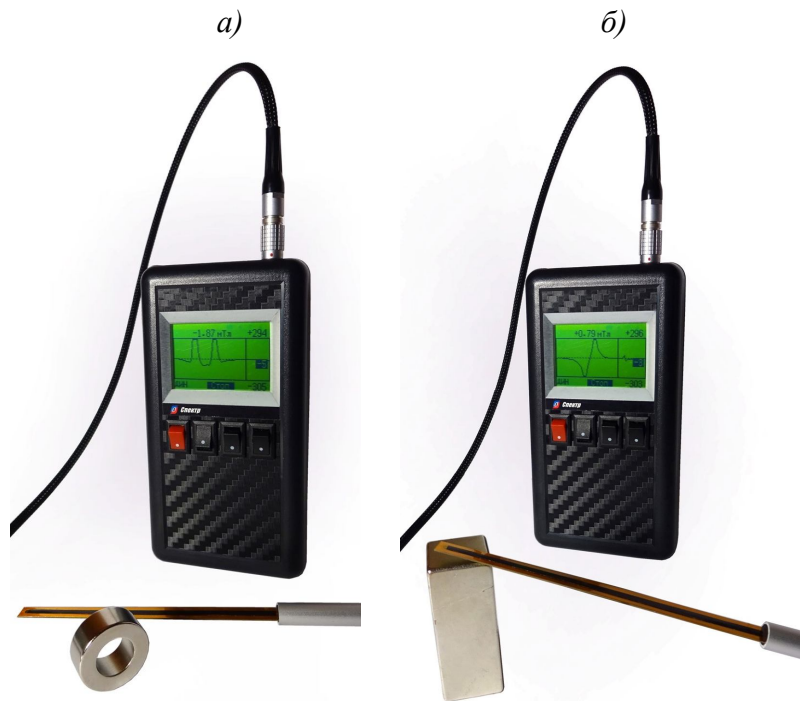

Рис.3.9. Исследование топографии магнитного поля в плоскости полюсов постоянных магнитов кольцевого (а) и прямоугольного (б) типа
6.2.4. Для исследования топографии постоянного магнитного поля в режиме динамических измерений плавно перемещать преобразователь магнитного поля вдоль поверхности металла, сохраняя при этом ориентацию преобразователя магнитного поля неизменной (рис. 3.9).